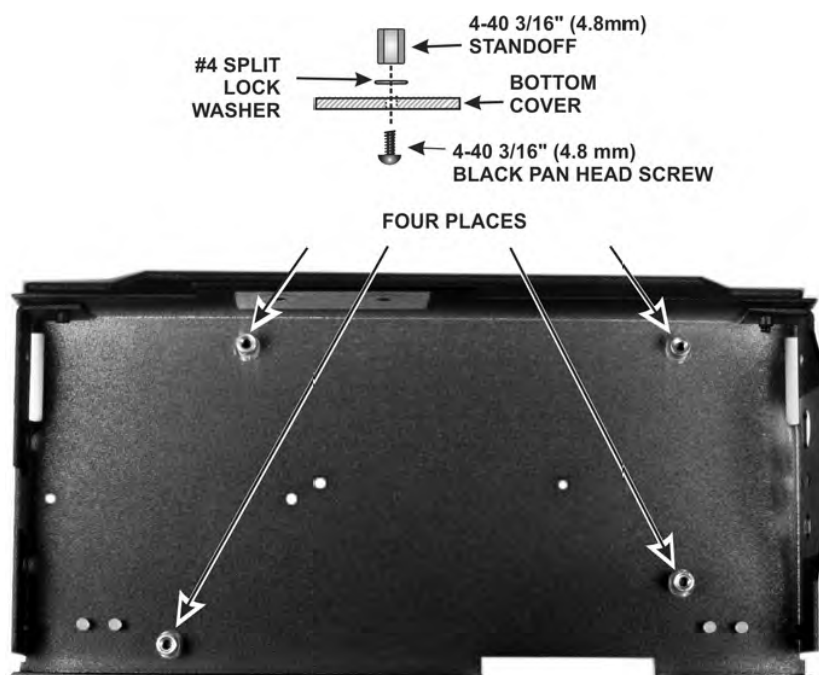

Figure 35. Installing 4-40 Standoffs in the Bottom Cover.
□ 4つの#4(より大きな)孤立を図35に示されるような下カバーにインストールしてください。